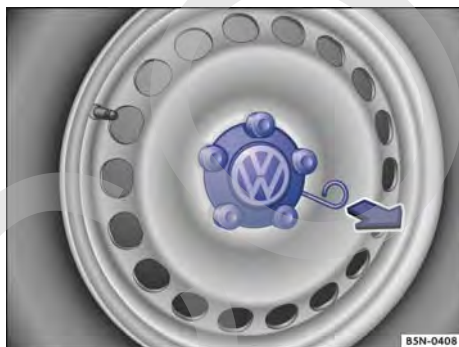

Fig. 250 Desmontar el tapacubos central tirando de él.
- *Desmontar:* Saque el gancho de alambre de las herramientas de a bordo → pág. 286 y engánchelo en el borde del tapacubos → fig. 250.